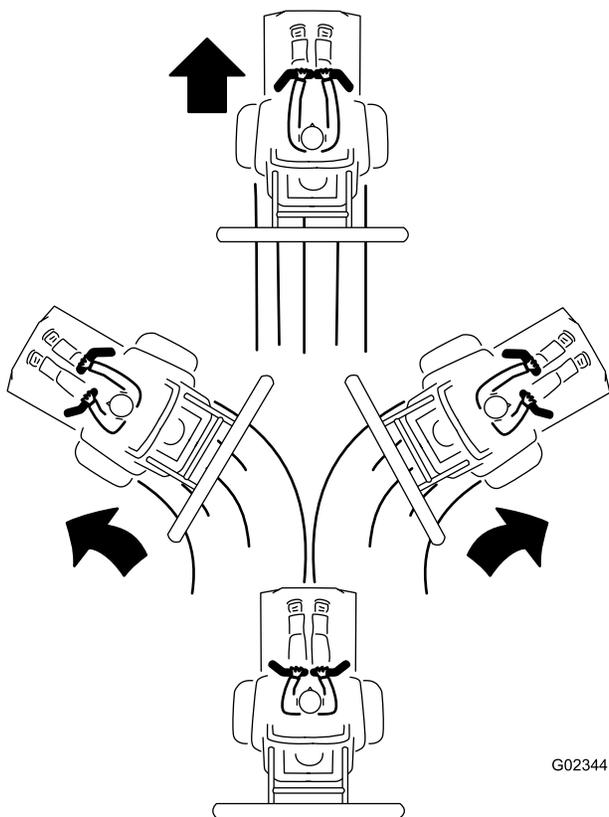

Рисунок 19
3. Для перемещения вперед медленно нажмите на рукоятки управления вперед (Рисунок 19).